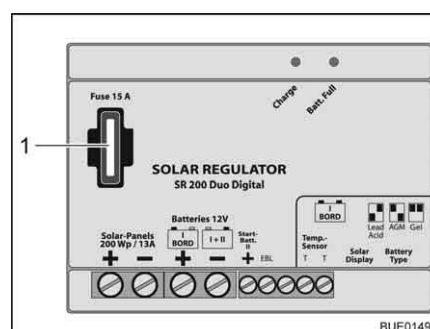

Fig. 175 Fusible pour régulateur de panneau solaire 200 W
- Changer le fusible plat 15 A/bleu (Fig. 175,1).